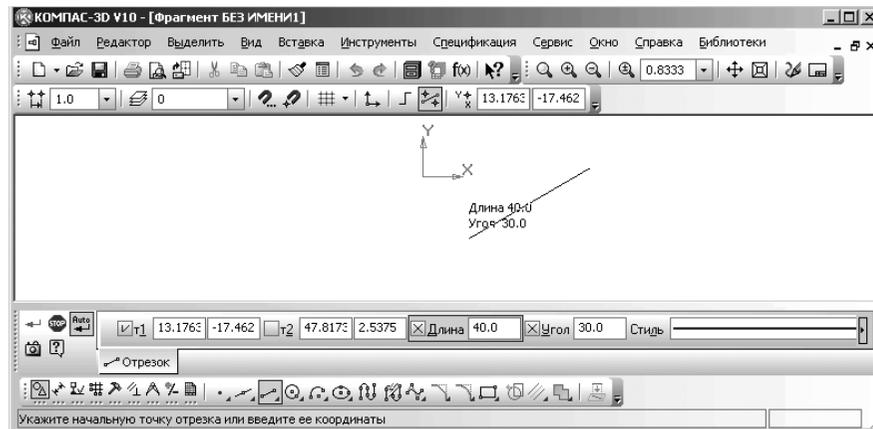

Рис. 1.48. Состояние системы в процессе построения отрезка в predetermined режиме
- введите с клавиатуры в активное поле **Угол**, например, значение 30 и нажмите клавишу **Enter** для завершения ввода величины угла в градусах по умолчанию. В квадратике слева от названия **Угол** появится крестик. Это означает, что данный параметр также задан. Появится фантом отрезка с заданной длиной и углом с крестиком и цифрой 1 в начале отрезка. Посмотрите на **Панели свойств: Отрезок** на квадратик, стоящий слева от **t1** (точка 1). В нем находится галочка. Это означает, что начальная точка отрезка находится в плавающем режиме. Это состояние системы показано на рис. 1.48.